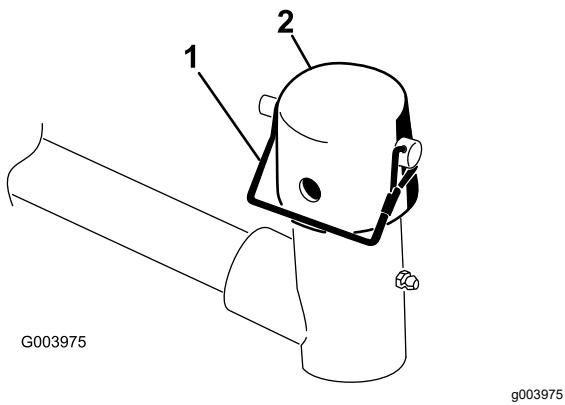

Figure 9
2. Retirez la goupille à fermoir et le capuchon de la chape de pivot du bras de levage (Figure 9).
**Remarque:** Utilisez la fente pour rendre l'unité de coupe directionnelle ou le trou pour que l'unité de coupe reste fixe (Figure 9).